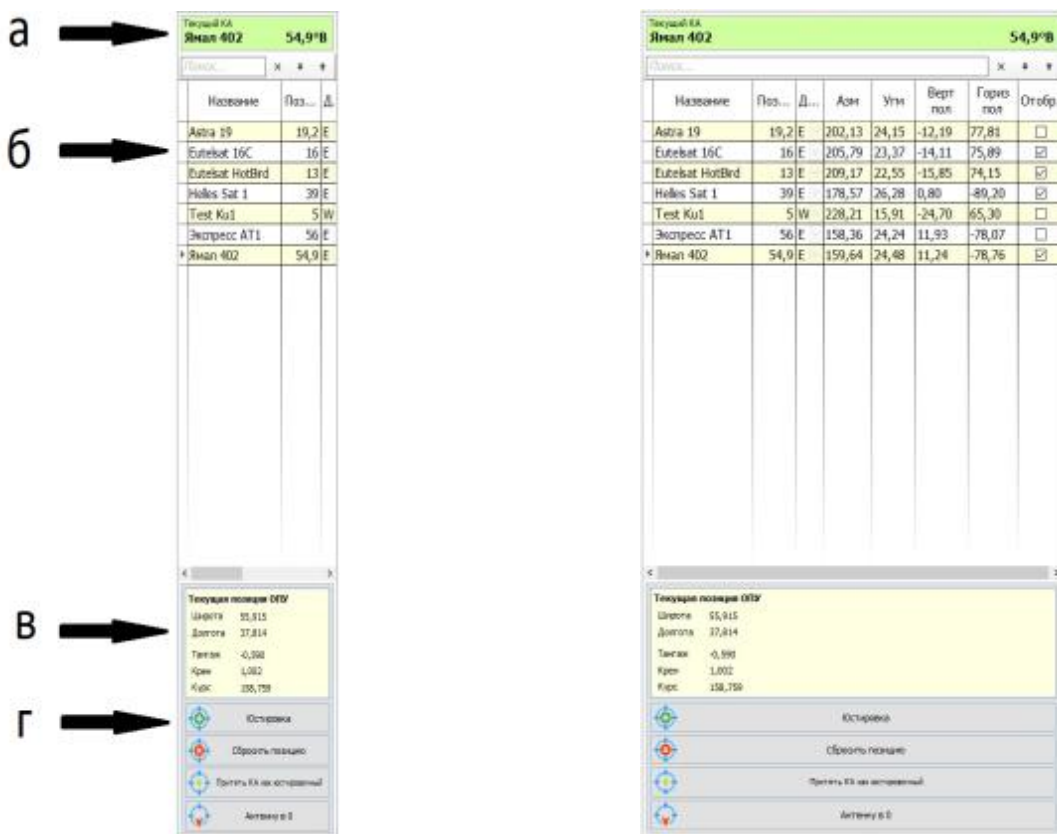

Рисунок 1.2.3.6.1.3 Вид панели выбора КА и юстировки
3) Панель выбора КА и юстировки (рисунок 1.2.3.6.1.3).